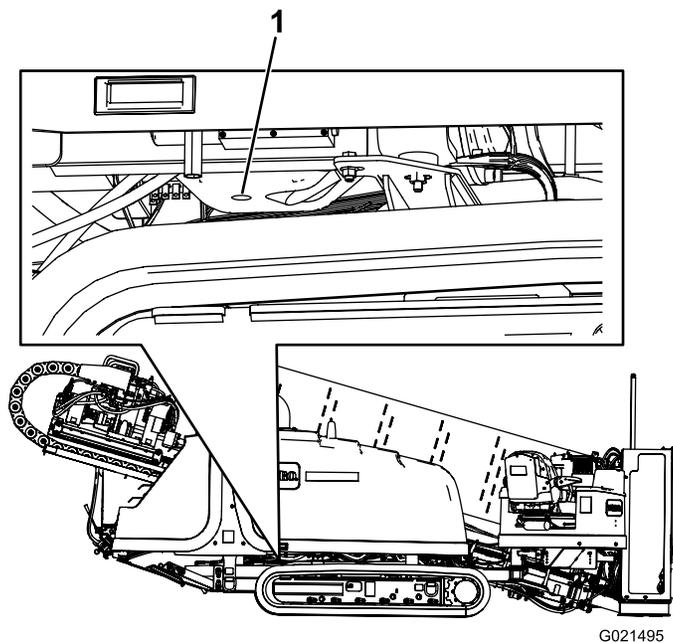

Bild 125
2. Nehmen Sie die Ablassschraube ab (Bild 125).
7. Setzen Sie die Ablassschraube auf das Ablass-Anschlussstück (Bild 125).